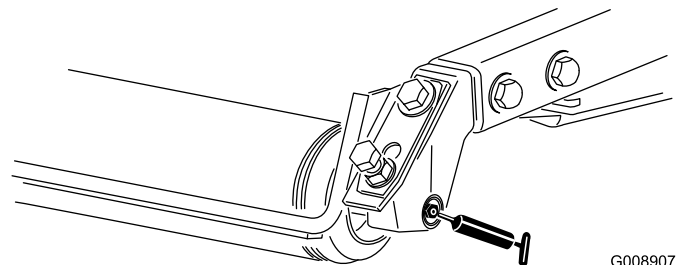

Figura 36
- Cojinetes de los rodillos traseros (2 por unidad de corte) (Figura 36)